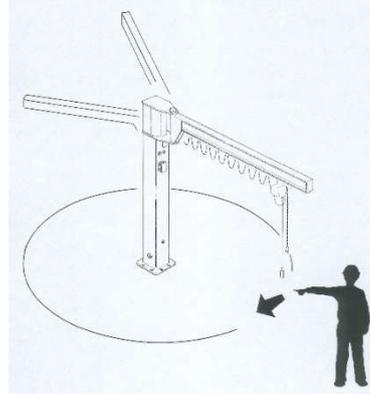

fig. 17
2. Compruebe la ausencia de defectos evidentes de las estructuras de soporte/fijación (fig.17).